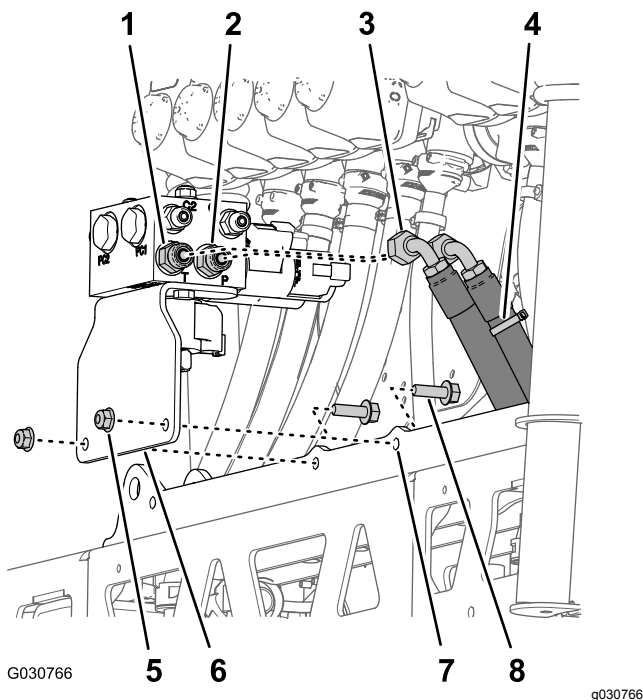

図 127
1. ステップ 3 昇降シリンダマニホルドとサポートブラケットを外す (ページ 36) で取り外したブーム昇降マニホルド用サポートブラケットの穴を、新しいセンターブームのシリンダマウントに合わせる 図 127。
2. サポートブラケットをシリンダマウントに取り付ける 図 127 ステップ 昇降シリンダマニホルドとサポートブラケットを外す (ページ 36) で取り外したフランジヘッドボルト 5/16 x 1" 2本とフランジロックナット 5/16" を使用する。
4. 高圧側油圧ホースケーブルタイでマーキングしたものを、ブーム昇降マニホルドのポート P に接続する 図 127。
5. 戻り側油圧ホースを、ブーム昇降マニホルドのポート T に接続する 図 127。